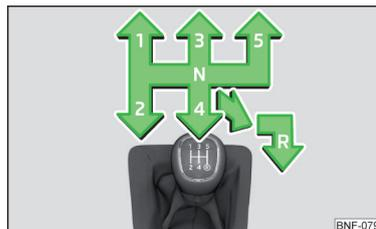

Fig. 124
Sobre la palanca de cambio se presenta el esquema de cambio para cada posición de cambio » fig. 124.
- ▶ Presionar la palanca del cambio hacia abajo y coocar completamente hacia la derecha y luego hacia atrás a la posición **R**» fig. 124.